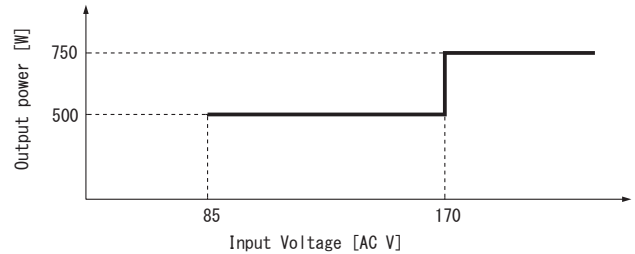

図2.1 SNDPG750のディレーティングカーブ
■図2.1に入力電圧区分毎の定格出力電力を示します。最大出力電力がこの範囲を守るようにご使用願います。